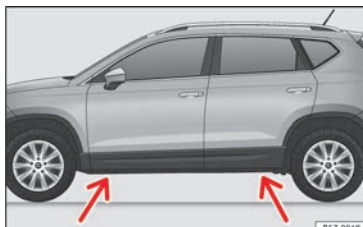

Abb. 73 Querträger: Marken.
• Suchen Sie am Längsträger die Markierung des Aufnahmepunktes für den Wagenheber (Eindrückung), die dem zu wechselnden Rad am nächsten liegt »» Abb. 73.